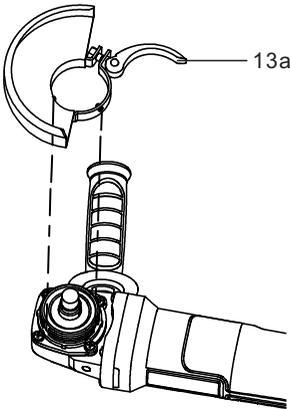

Fig. 5
2. Alinee las puntas del anillo con las muescas del collar del husillo y, a continuación, gire el protector (Figs. 5, 6).